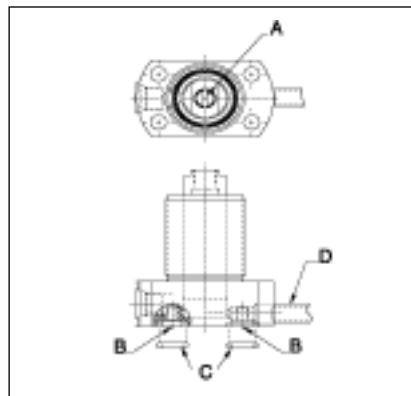

図2
2. ワークサポートは、付属のジャムナットを使用して装置にネジで固定するか、フランジをボルトで固定して装置に取り付けます。ワークサポートを、設備治具で作業中のワーク部品に触れたときにプランジャがストロークのほぼ中間に来るように取り付けます。ワークサポートが底部ポートに取り付けられた油圧マニホールドの場合、ポートのネジプラグおよび銅製のガスケットを最初に取り外す必要があります（図2の部品8を参照）。付属のOリングに潤滑を行い、ワークサポートを取り付けて固定する前に、ポートの周りのOリング溝（図2参照）に取り付けます。漏れが生じないように、取り付け中にOリングを挟まんだり損傷しないように注意してください。マニホールドの取り付け部から漏れが発生しないように、装置の取り付け面の凹凸が0.003インチ（0.08mm）以内、表面粗度が32 μin. rms. (Ra 0.8) 以内になるようにします。
5. 工作機械のクーラント、破片および切り屑がプリーザの排気口 (図 2 参照) からシリンダ内に入る危険性があるときは、破片やクーラントから保護されている部分につながれたラインをエアイベントに接続します。